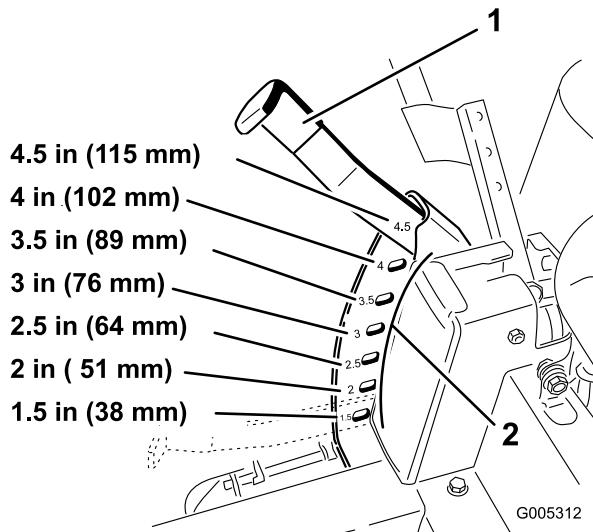

Figura 14
- Levante la palanca de ajuste de la altura de corte a la posición de transporte, es decir, la posición de altura de corte 4.5 (que es también la posición de altura de corte de 115 mm [4-1/2 pulgadas]) (Figura 14).